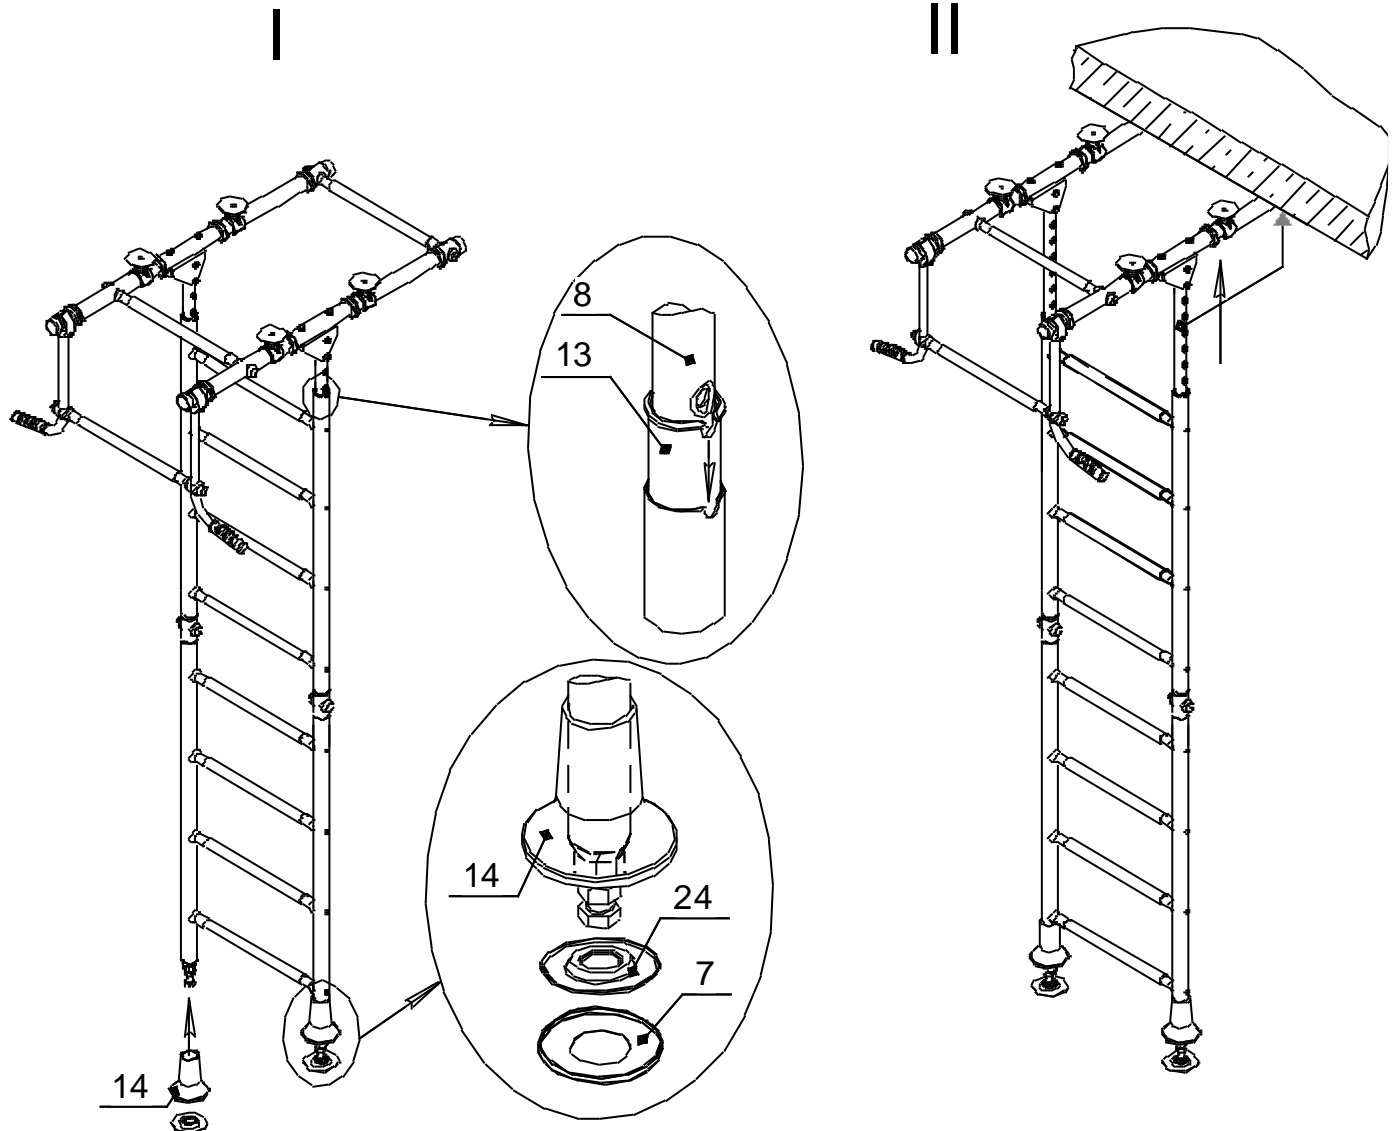

Рис.6
- II- Поднять раму до упора с потолком (рис.6).